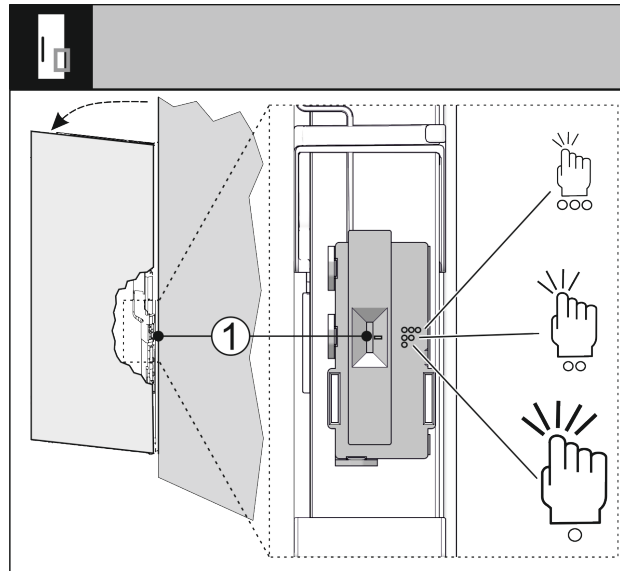

Fig. 92
Sie können die Empfindlichkeit des Klopfensors über einen Schalter Fig. 92 (1) einstellen. Der Schalter ist scharnierseitig am unteren Drittel der Tür.
- ▶ Schalter Fig. 92 (1) auf gewünschte Schalterstellung schieben.